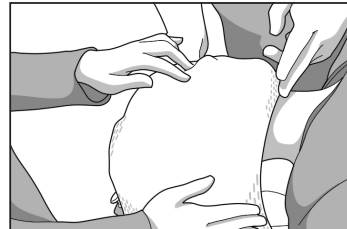

Fig. 4
7. Terminați modelarea măștii aplicând presiune delicată cu degetele pentru a obține conturul dorit pentru capul pacientului, precum și un contur în jurul arcadei nazale (Fig. 4).